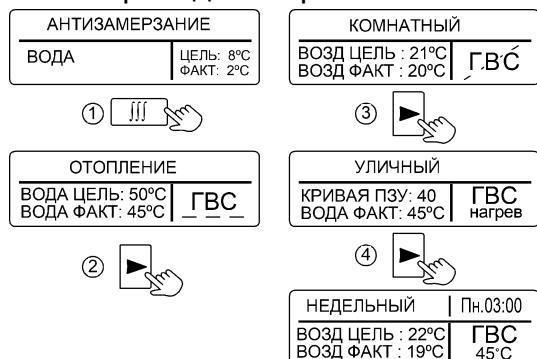
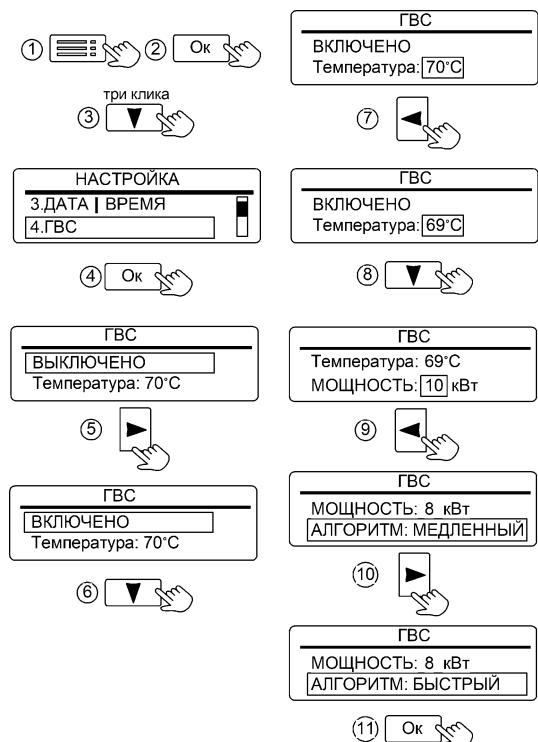
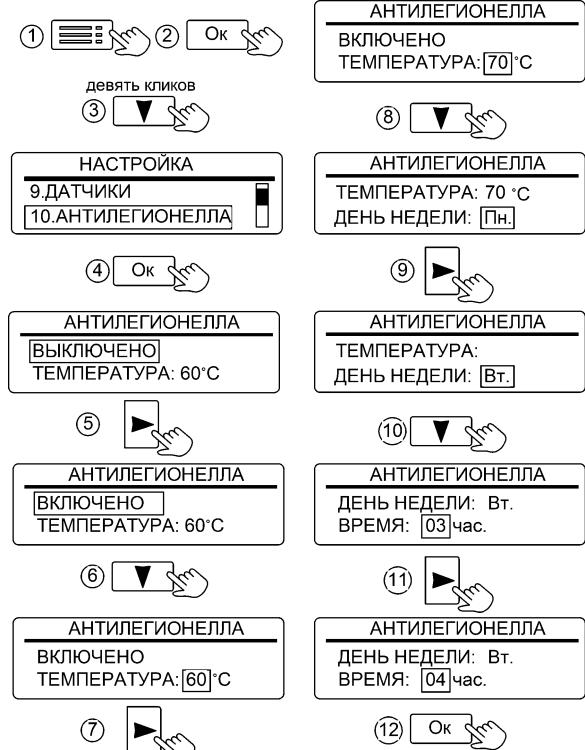

Рисунок 5. Режимы работы котла
Рисунок 12. Настройка режима «ГВС»
Рисунок 14. Настройка параметров режима «АНТИЛЕГИОНЕЛЛА»
2 - Отображение состояния режима «ГВС» (см. рис. 5):
Вид отображения режимов работы на дисплее приведён на рис.5.
Активация режима «ГВС» и настройка температуры горячей воды показана на рис. 12. Начальная заводская настройка температуры горячей воды - 70°C. При активированном режиме отображается как «ГВС» (см. рис. 5), при выключенном режиме, неисправном или отключённом датчике отображается как ГВС. В подменю «ГВС» предусмотрена настройка ограничения мощности ТЭН. Данную настройку рекомендуется применять при недостаточной мощности змеевика
В любой воде существует вероятность развития бактерий легионеллы. Чтобы исключить угрозу отравления водой, получаемой из косвенного водонагревателя, в котле предусмотрен режим «АНТИЛЕГИОНЕЛЛА». Для включения режима необходимо его активировать (см. рис. 12) и подключить NTC-датчик к плате контроллера (подключение выполняет квалифицированный специалист). Далее режим будет запускаться в работу совместно с режимом «ГВС». При отключении NTC-датчика – режим деактивируется и меню «АНТИЛЕГИОНЕЛЛА» (см. рис. 14) не доступно для Пользователя. Если режим активирован - каждую неделю, в установленное время выполняется нагрев воды в косвенном водонагревателе до значения 60°C, температура поддерживается в течении десяти минут. Во время нагрева вместо надписи «ГВС» отображается значок «» (см. рис. 13). Имеется возможность увеличить температуру нагрева воды до 70°C, при этом время поддержания температуры снижается до пяти минут.
Заводская настройка времени включения нагрева – Понедельник, 03:00. Имеется возможность изменения времени включения (см. рис.14). Кроме периодического включения нагрева (раз в неделю), запуск режима будет осуществляться при отключении или пропадании подачи электропитания более чем на семь дней и последующем включении
Перед активацией режимов «АНТИЛЕГИОНЕЛЛА» и «ГВС» рекомендуем уточнить максимально-допустимую температуру нагрева воды в бойлере. Для предотвращения риска причинения вреда здоровью и поломки оборудования, значения температурных уставок в режимах «ГВС» и «АНТИЛЕГИОНЕЛЛА» должны быть меньше максимально-допустимой температуры нагрева воды в бойлере. При необходимости уменьшите значения уставок (см. рис. 12, см. рис. 14).
11.1.4 «4.ГВС» - установка состояния режима «ВКЛЮЧЕНО / ВЫКЛЮЧЕНО». Индикация «ВКЛЮЧЕНО» означает разрешение на работу режима ГВС. Индикация «ВЫКЛЮЧЕНО» запрещает работу режима «ГВС» (см. рис. 12).